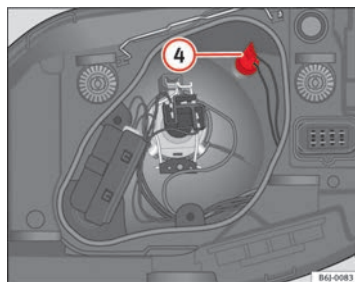

Fig. 157 Feux de position
- Retirez la douille d'ampoule ④ ⇒ fig. 157 vers l'extérieur.